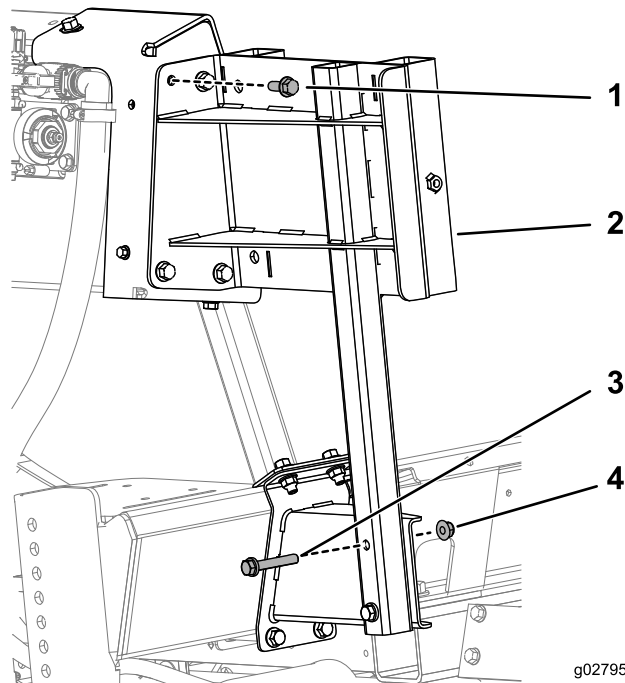

Figura 5
4. Sujete el soporte de la bandeja del carrito a los soportes superior e inferior con 4 pernos (3/8-16 x 1 pulgada, GR5), 2 pernos (3/8-16 x 2-1/4 pulgadas) y 6 tuercas con arandela prensada (3/8-16 pulgada), según se muestra en Figura 5.